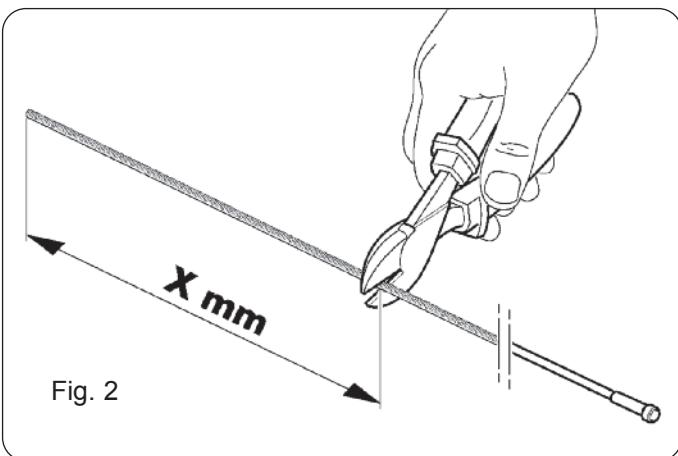
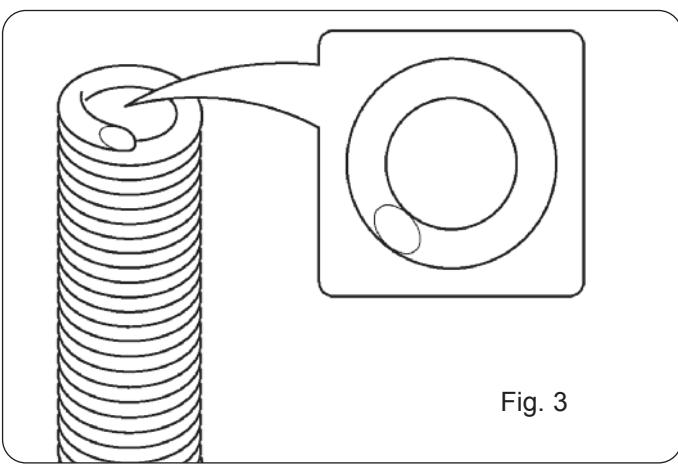

Fig. 2
Fig. 3
- Verwijder de binnenspiraal en snijd de gemeten lengte van de binnenspiraal af (zie afb. 2). Gebruik hiervoor een zeer scherp gereedschap, om te vermijden dat metaalslak ontstaat, die de doorvoer van de draad kan belemmeren (zie afb. 3).